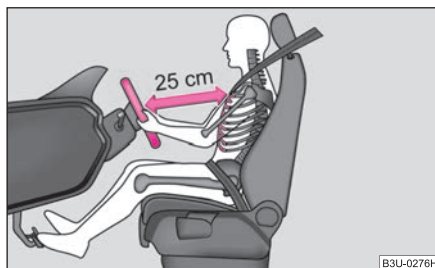

Fig. 155 Distanța corectă a conducătorului față de volan
- Reglați astfel scaunul conducătorului auto încât distanța dintre volan și torace să fie de cel puțin 25 cm ⇒ fig. 155.
- Între conducător și volan trebuie să existe o distanță de cel puțin 25 cm ⇒ fig. 155. Dacă nu se respectă această distanță, sistemul airbag nu își poate exercita eficiența maximă – Pericol!